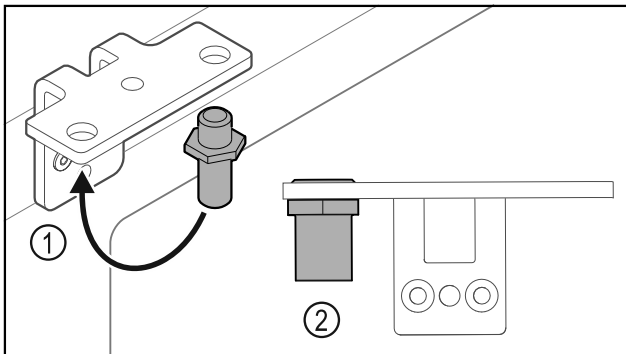

Fig. 38
- Bolzen Fig. 38 (1) im Scharnierwinkel umsetzen.
- Bolzen Fig. 38 (2) mit **Drehmoment von 12 Nm** anziehen.